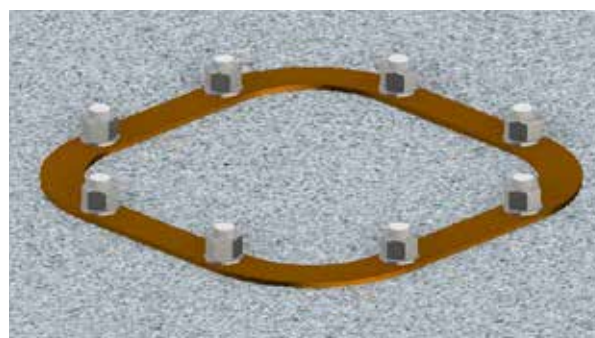

fig.21
3. Annegare la cornice così preparata nel getto del plinto curando che la piastra superiore rimanga a filo del pavimento (fig. 21). Proteggere le filettature dei tirafondi per evitarne il danneggiamento.